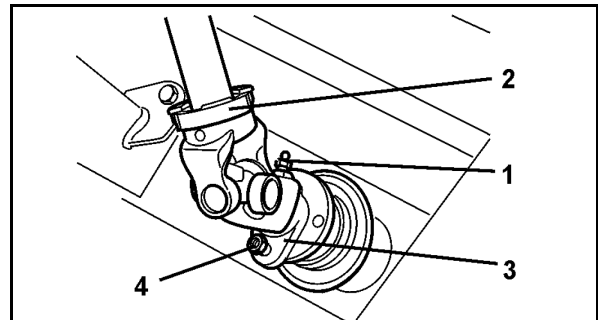

Рис. 52
6. Послабте мастильний ніпель (Fig. 52/1) і встановіть карданний вал (Fig. 52/2).
7. Закріпіть з'єднувальну вилку (Fig. 52/3) зі зрізним болтом (Fig. 52/4).
8. Закрутіть мастильний ніпель (Fig. 52/1).